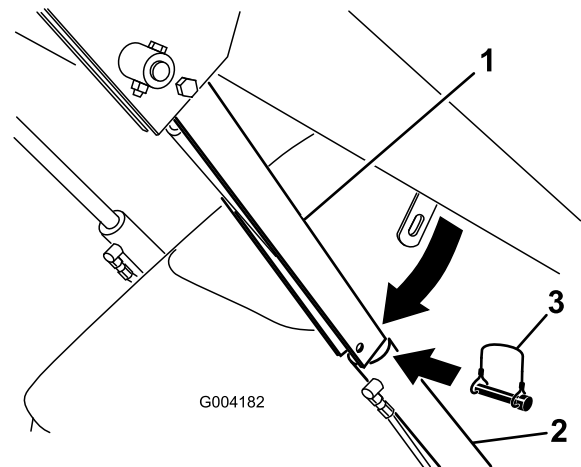

図 23
4. シリンダロックをローダーアームに固定しているリンチピンを外す 図 23。
5. シリンダロックをシリンダロッドに被せてリンチピンで固定する 図 23。